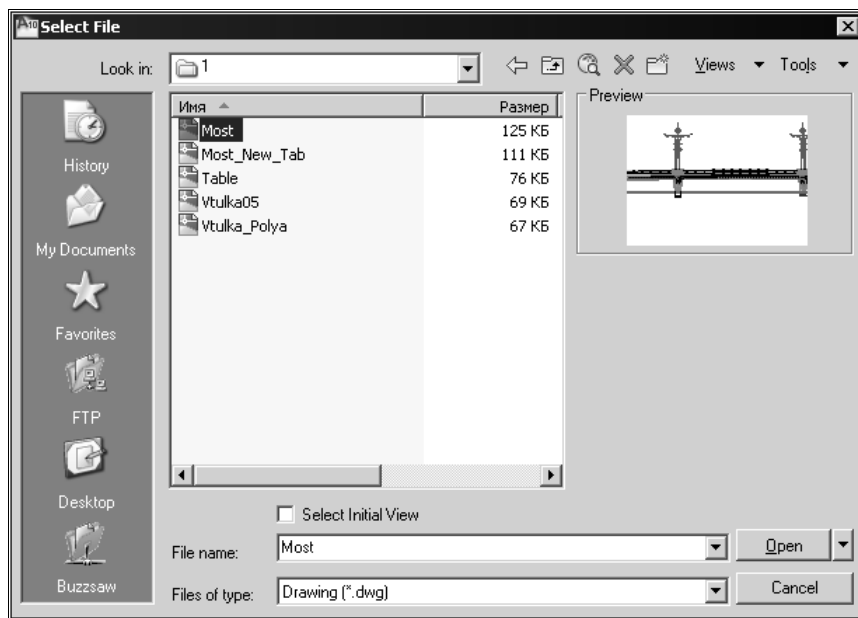

Рис. 2.1. Диалоговое окно **Select File** для поиска папки и имени открываемого файла
- ♦ воспользоваться меню **Application menu** (Меню приложения) (см. рис. 1.6) **AutoCAD 2010**. Откроется диалоговое окно **Select File** (Выбор файла) (рис. 2.1), в котором нужно найти папку и имя открываемого файла.
- ♦ щелкнуть кнопку **Open** (Открыть) на панели инструментов **Quick Toolbar** (Панель быстрого доступа) (см. рис. 1.7). Как и в предыдущем случае, откроется диалоговое окно **Select File** (Выбор файла) (рис. 2.1);